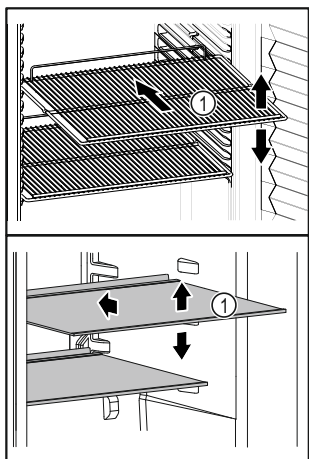

Fig. 50 Beispielhafte Darstellung
- Wenn Ablageflächen Fig. 50 (1) versetzbar sind, Ablageflächen je nach Höhe anpassen.